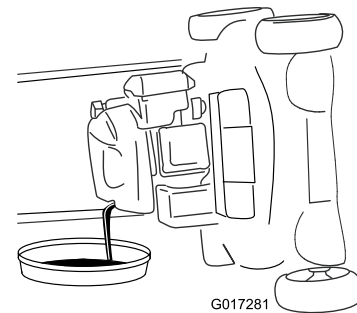

Figura 33
6. Togliete l'asta di livello e lasciate defluire l'olio esausto nell'apposita bacinella (Figura 33).